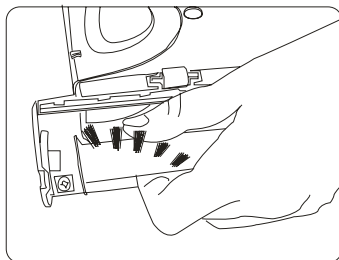

Fig. 14
6. Tirez la barre de la brosse hors de la bague et glissez-la ensuite hors de la courroie pour la retirer. (Fig. 14)
7. Insérez la nouvelle barre de la brosse en insérant d'abord la barre dans la bague au côté opposé de la courroie d'entraînement. (Fig. 14)